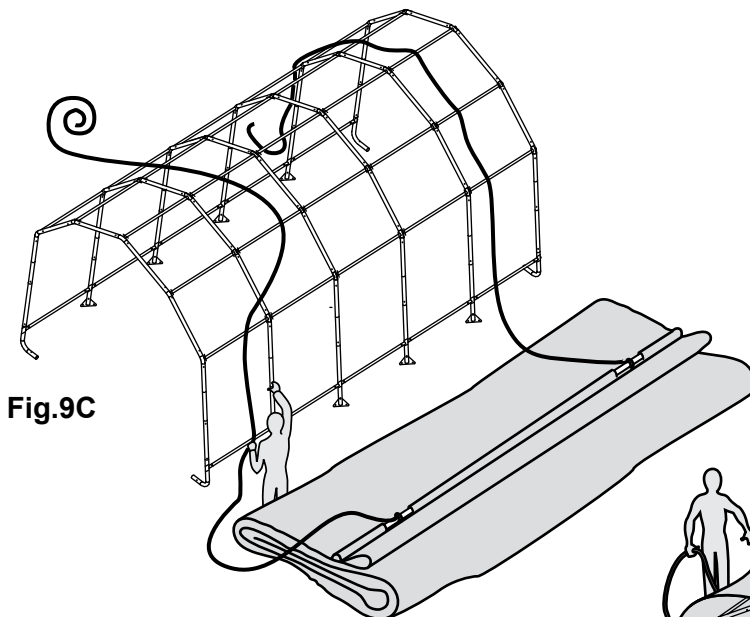

Fig.9C
C. Fixez une corde à chaque tuyau exposé, puis lancez l'autre extrémité de chaque corde par-dessus l'armature (fig. 9C).